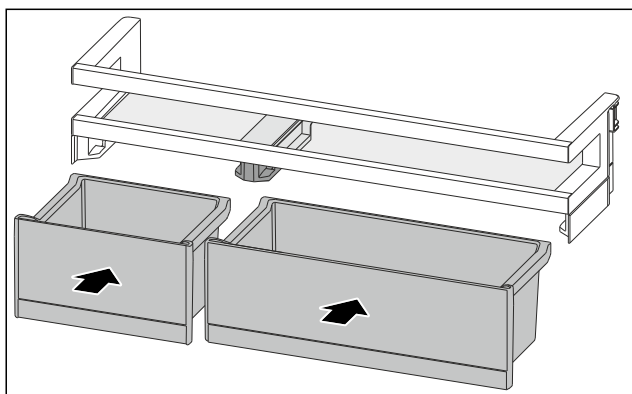

Fig. 84
- VarioBoxen in getauschter Anordnung einsetzen. (siehe Fig. 84)